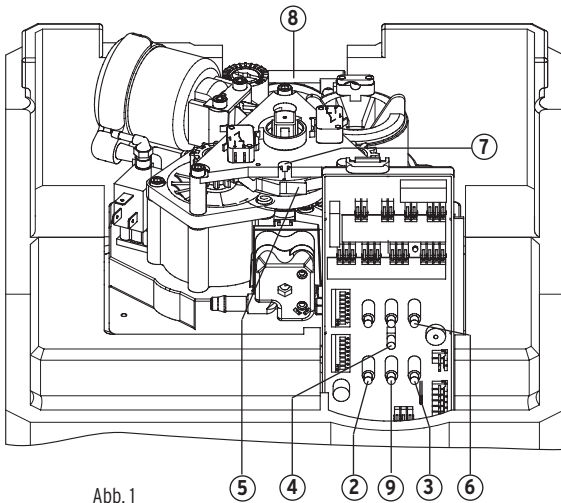

Abb. 1
- Findet im Moment eine Regeneration statt (Leuchtdiode (2) oder (3) leuchtet, Abb. 1), so ist zu warten, bis diese abgeschlossen ist. Lösen Sie anschließend durch Drücken der Regenerationstaste (4) eine Regeneration aus.
- Der Antriebskolben dreht das Treibrad (5) (Abb.1), das wiederum das kleine Zahnrad steuert. Jeder Hub des Antriebskolbens ist mit einem Aufleuchten der Leuchtdiode (6) verbunden. Die Position des Treibrades kann an der Positionsanzeige (7) abgelesen werden. Nach zwei Hüben ist die Besatzungsstellung (Pos. 2) erreicht. Anschließend führt der Antrieb wieder einen Hub aus. Die bis dahin verbrauchte Abwassermenge beträgt ca. 4,5 Liter.
- j) Sollten die gemessenen Werte deutlich von den Sollwerten (siehe Kapitel "Wartungsprotokoll") abweichen, so ist der Kundendienst zu benachrichtigen. Geben Sie bitte stets die Gerätenummer an, die an der Oberseite des Geräteanschlussflansches (8) eingeprägt ist.